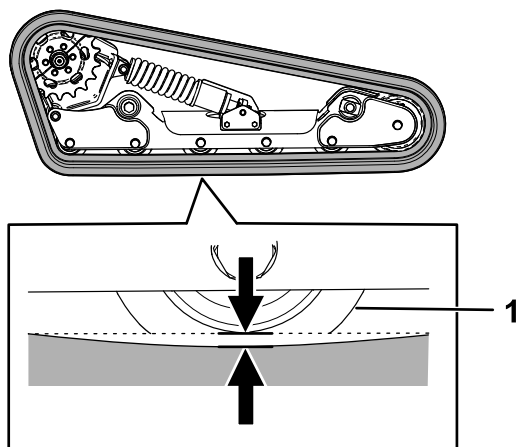

Figure 56
Levez/soutenez un côté de la machine et, en vous aidant du poids de la chenille, vérifiez qu'il existe un espace de 13 mm ($\frac{1}{2}$ po) entre le bas du rebord du galet de roulement et la chenille, comme montré à la Figure 56. Si ce n'est pas le cas, réglez la tension des chenilles comme suit :
5. Avec une clé à cliquet de ½ pouce, tournez la vis de tension jusqu'à obtention d'une flèche de 13 mm (½ po), comme montré à la Figure 56.
9. Vérifiez que la flèche de la chenille est de 13 mm (½ po), comme montré à la Figure 56. Réglez-la si nécessaire.
obtention d'une flèche de 13 mm (½ po), comme montré à la Figure 56.
25. Vérifiez que la flèche de la chenille est de 12,7 mm (½ po), comme montré à la Figure 56.